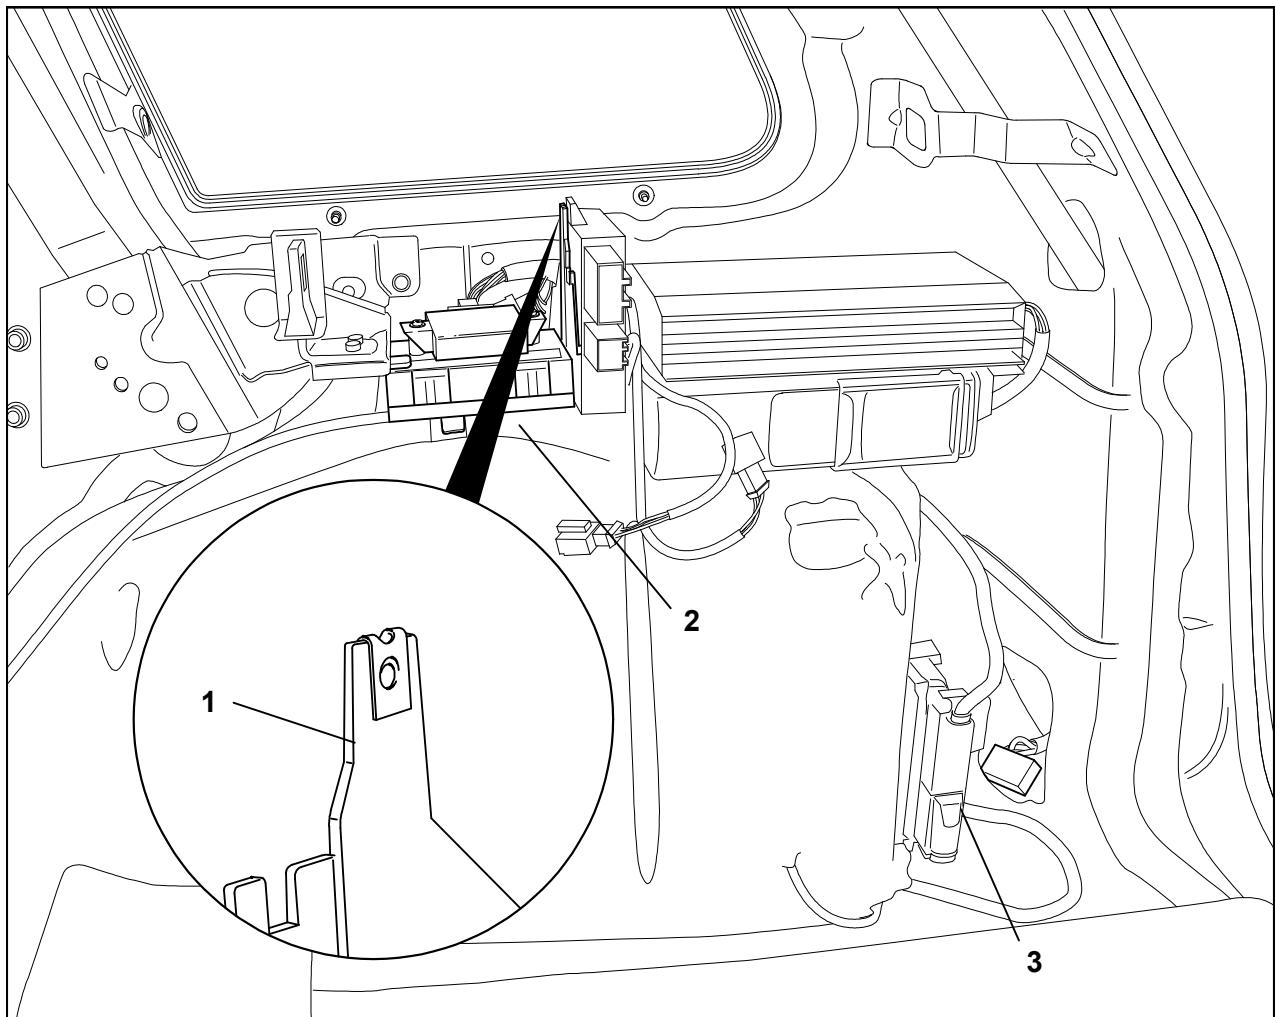

Abb. 3: Anhängeranschlußgerät anschließen
4. Das Leitungsende mit dem 16-poligen schwarzen Stecker von außen durch die Kabel-Durchführung zum Geräteträger (Abb. 3/1) verlegen.
9. Das Anhängeranschlußgerät mit der Schnappmutter und Sechskantschraube in der rechten Ecke des Kofferraums am Geräteträger (Abb. 3/1) befestigen.
12. Die braunen Leitungen mit den zwei Ringösen am fahrzeugseitigen Massepunkt hinten rechts im Bereich der Koppelstelle anschrauben (Abb. 3/3).
13. Die Befestigungsschraube unten am Geräteträger für das fahrzeugseitige Hecksteuergerät 7L0 959 933A (Abb. 3/2) lösen und den Geräteträger vorsichtig vorziehen.